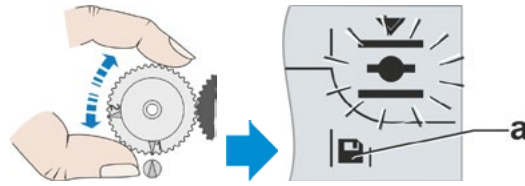

Fig. 8: Dreie planethjulet til symbolet for lagring vises
10. Bare ved utvekslingsgir: Drei planethjulet langsomt like langt i samme retning som det roterte da det ble kjørt til endeosisjonen (se «Viktig» i betjeningstrinn 9), til symbolet for lagring vises (Fig. 8, pos. a). Hvis planethjulet allerede er på anslag, må det dreies i motsatt retning.